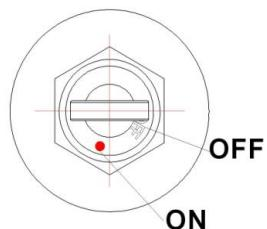
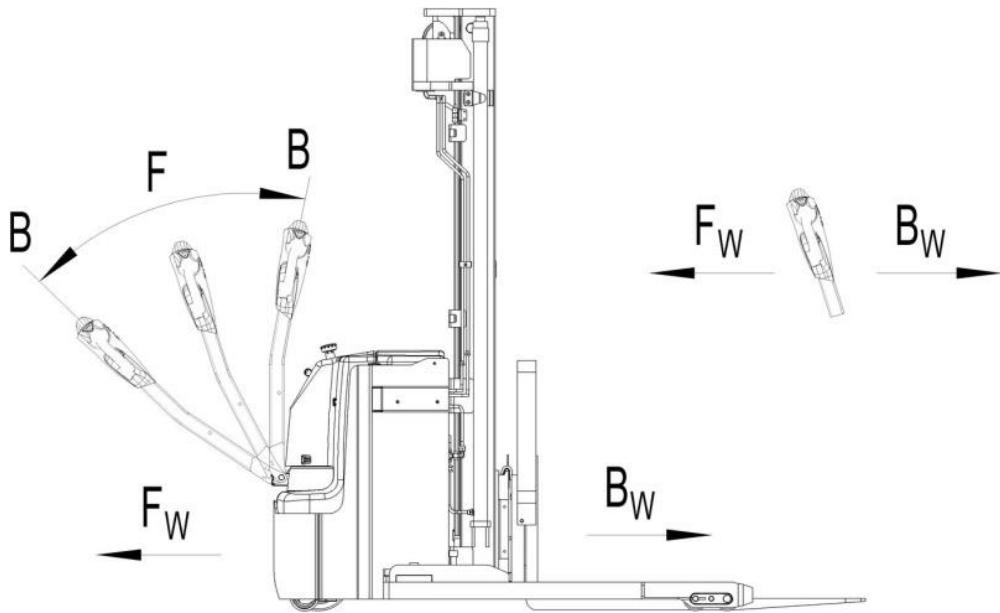

Рис.8: Замковый выключатель
Рис. 11: Направления движения
После того, как ключ повернут в положение «ON» (ВКЛ) (Рис.8) и аварийная кнопка вытянута, переведите ручку управления в рабочее положение («F», рис.11).
Отклоните маховики управления в нужном направлении «вперед» («Fw», рис. 11) или «назад» («Bw», рис. 11).
- Переключение маховиков управления (6) обратно в начальное положение или освобождение маховиков активирует систему торможения. Штабелер тормозит до полной остановки.
- При переключении маховиков управления (6) из положения «движение в одном направлении» в положение «движение в противоположном направлении», штабелер постепенно тормозит, пока не начнет движение в противоположном направлении.
- Штабелер тормозит, если ручку управления перевести в верхнее или нижнее положение к точкам торможения («B», рис.11). При отпусканье рукоять управления автоматически возвращается в верхнее положение к точке торможения («Bw», рис.11). Штабелер будет тормозить, пока не остановится.
- Кнопка противоотката (безопасности) (5) защищает оператора от получения повреждений и травм. Если эта кнопка включена, штабелер тормозит и начинает движение в противоположном направлении («Bw», рис.11) на небольшое расстояние и останавливается. Необходимо помнить, что эта кнопка действует, даже если штабелер не едет, но ручка управления находится в рабочем положении.